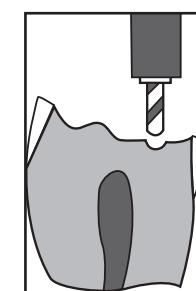
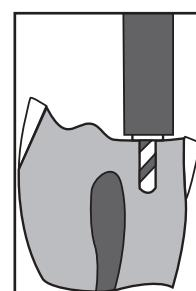

Figure 2
Figure 3
- Med MAX Depth Limiting Drill i ett slow-speed vinkelstycke (**Fig. 2**), prepareras kanalen till ett djup något mindre än sänkboren (**Fig. 3**).
- Med et MAX dybdebegrensningsbore i et langsomt modvinkelshåndtag (**Fig. 2**) forberedes kanalen til en dybde, som lige præcis er kortere end modboringen (**Fig. 3**).